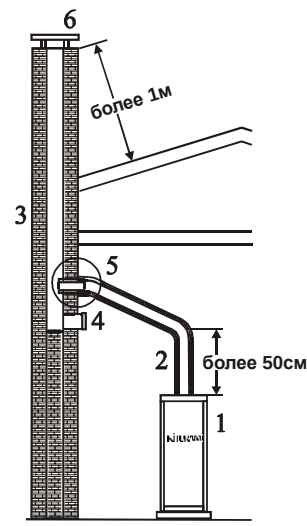

Рис. 28.1.
2. Дымоход здания. (Рис. 28.1.)
2.1. Дымоход здания должен обеспечивать отвод продуктов сгорания в полном объеме. Дымоход здания показан на рис. 28.1.: